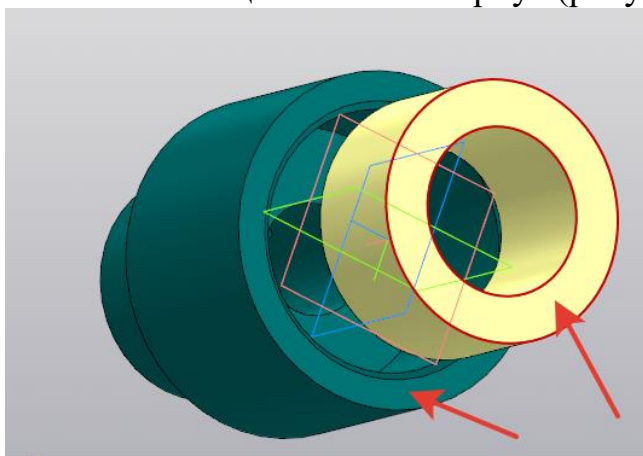

Рисунок 152.
5. Перевернуть объекты правой стороной к себе. На панели инструментов **Размещение компонентов** - выберите  **Совпадение**. В **Параметрах** - **Объект 1** – указать правая грань корпуса, **Объект 2** – правая грань кольца. **Создать объект**  (рисунок 152).